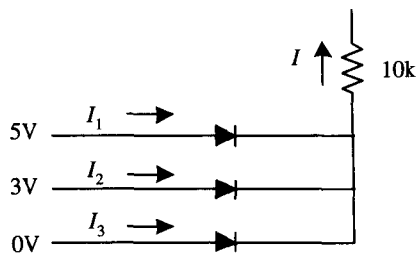

图 1-12
1. 设二极管为理想器件，求图 1-12 中电路的  $I_1$ 、 $I_2$ 、 $I_3$ 、 $I$  和  $U_O$ 。